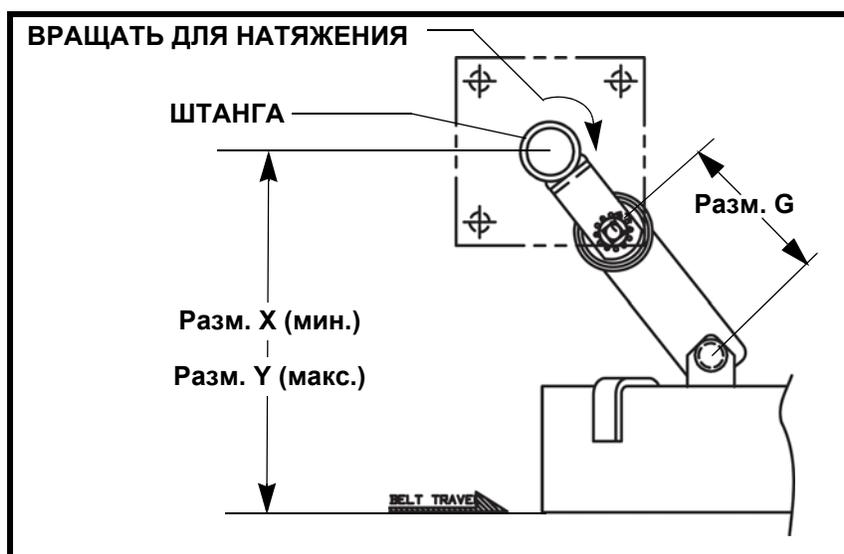

Рис. 2. Расположение штанг подвеса скребка Martin® Torsion V-Plow (ненатянутое состояние) (см. табл. II)
2. Установите штанги подвеса (С) согласно табл. II и рис. 2 и 3. Например, при использовании торсионного рычага (D) изд. № 28495-05 длина рычага (А) составляет 165 мм (6,50 дюйма), поэтому закрепляйте штанги на высоте 333 – 365 мм (13,12 – 14,37 дюйма) над лентой.
(см. рис. 2)